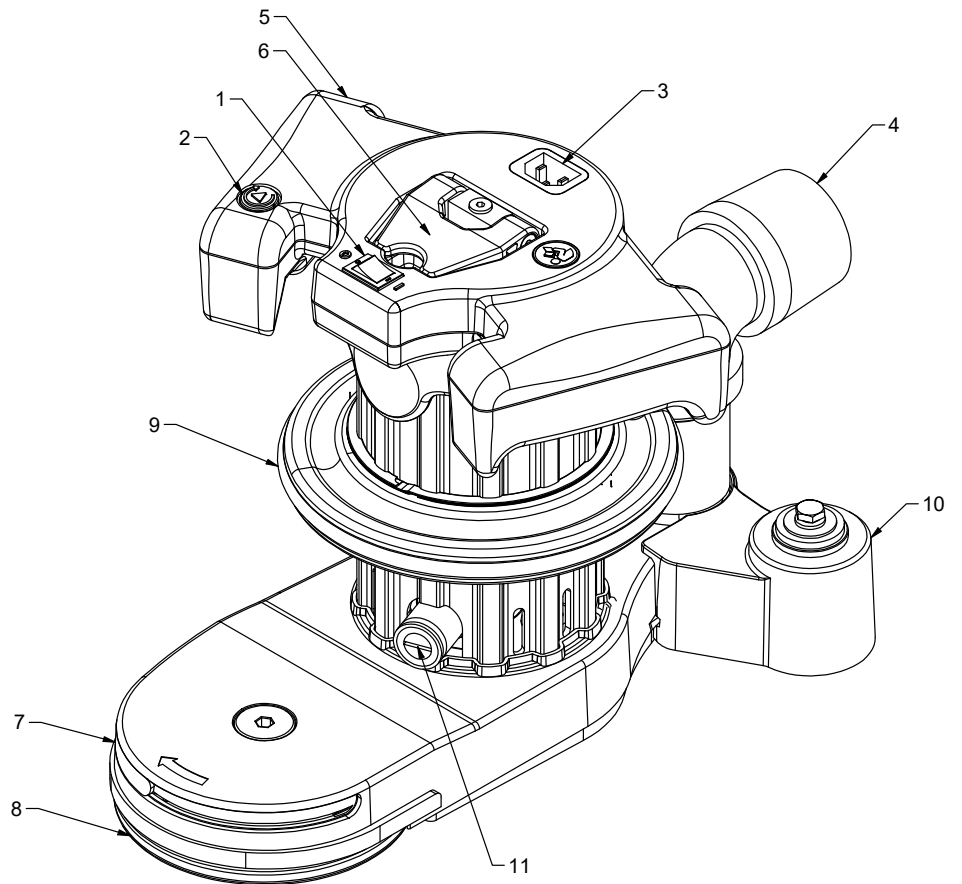

Abbildung 1
3. Vergewissern Sie sich, dass der Kontrollschalter auf „AUS“ steht und schließen Sie das Stromkabel an einen entsprechend geerdeten und abgesicherten Stromkreis an. Schließen Sie das Netzkabel an die Netzanschlussbuchse an (Abbildung 1).
4. Wenn die Maschine in einer liegenden Position ist, schieben Sie den EIN/AUS-Schalter in die Position „EIN“ (Abbildung 1).